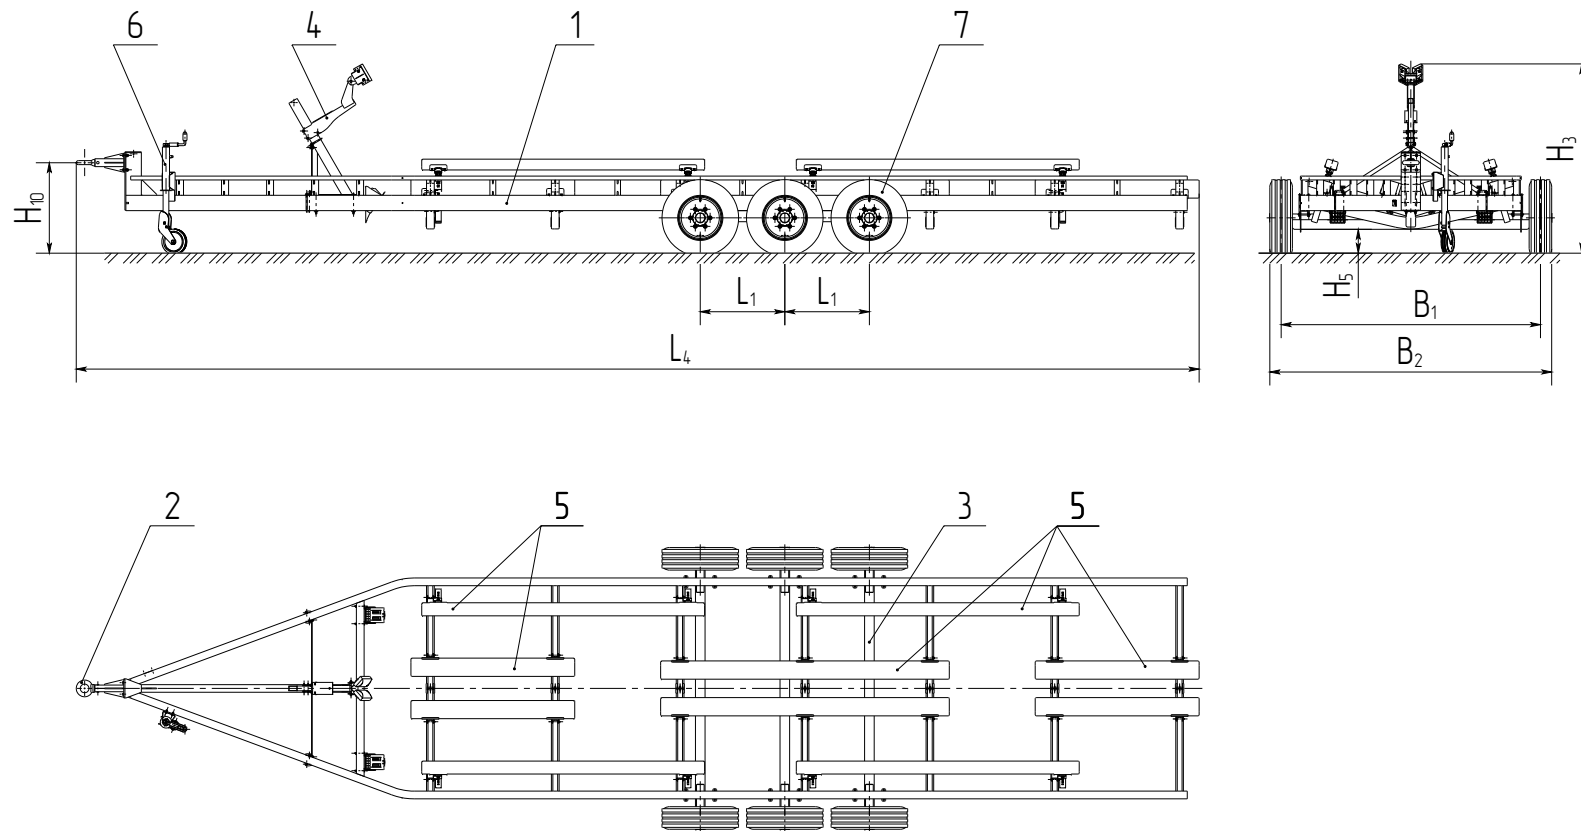

Рисунок 1 — Тележка транспортно-технологическая 16000 1319.00.00.000
ТТТ (рис.1) состоит из следующих основных элементов конструкции: рамы (1), петли буксировочной (2), оси строенной (3), упора носового (4), ложементов (5), колеса опорного (6), колес и шин (7).